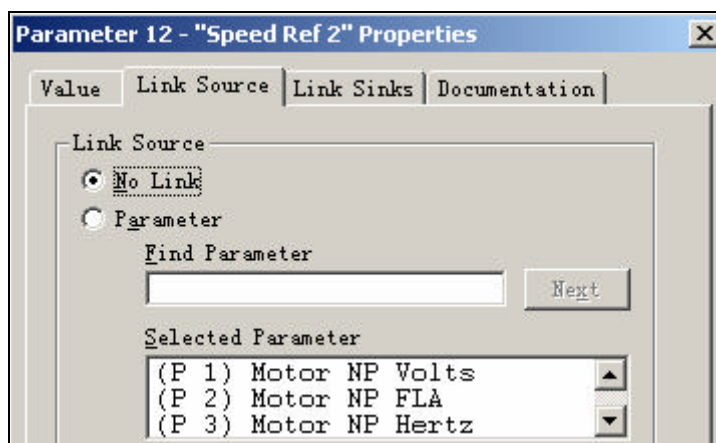

图 6-28 删除参数 12 [Speed Ref 2]的连接
16) 双击 P12[Speed Ref 2] 选择 Link Source 标签并选择 No Link，以删除参数 12 [Speed Ref 2]的连接，然后点击 OK。操作如图 6-28 所示。